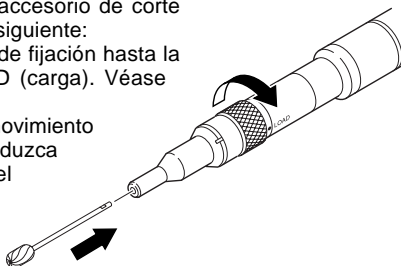

Figura 2. Instalación del accesorio de corte
- 2.1 Gire el cuello de fijación hasta la posición LOAD (carga). Véase la figura 2.